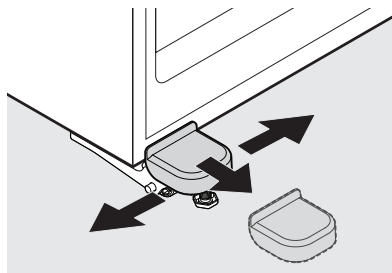

Figura 4
11. Retire la cubierta de la bisagra doblando con cuidado las lengüetas de la cubierta hacia afuera mientras tira de la cubierta hacia la parte frontal de la unidad (vea la figura 4).